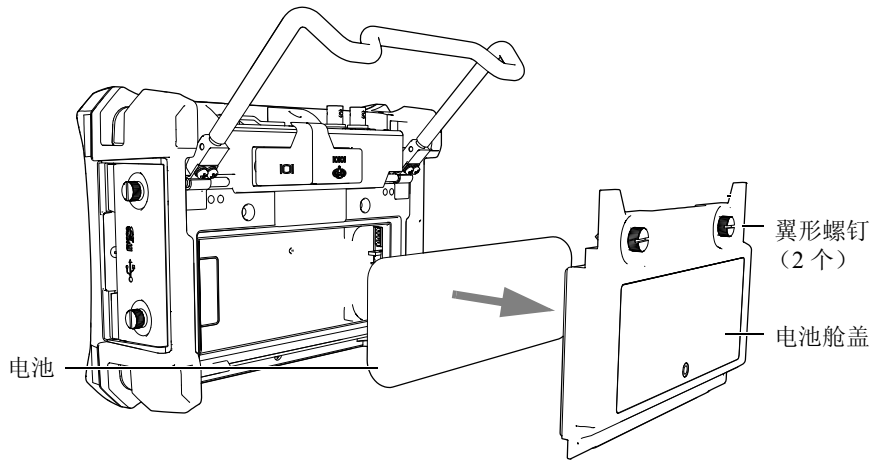

图 1-10 拆下电池舱盖并取出锂离子电池
2. 拧松仪器背面固定电池舱盖的两个翼形螺钉，拆下电池舱盖（参见第 27 页的图 1-10）。
3. 取出锂离子电池（如果安装有锂离子电池）（参见第 27 页的图 1-10）。